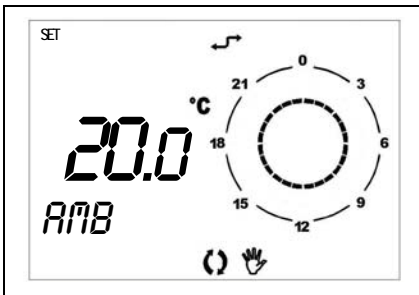

Figura 7
- Funzionamento **AUTOMATICO FORZATO**: segnalato dalla compresenza dell'icona automatico e dall'icona manuale (vedi Figura 7).